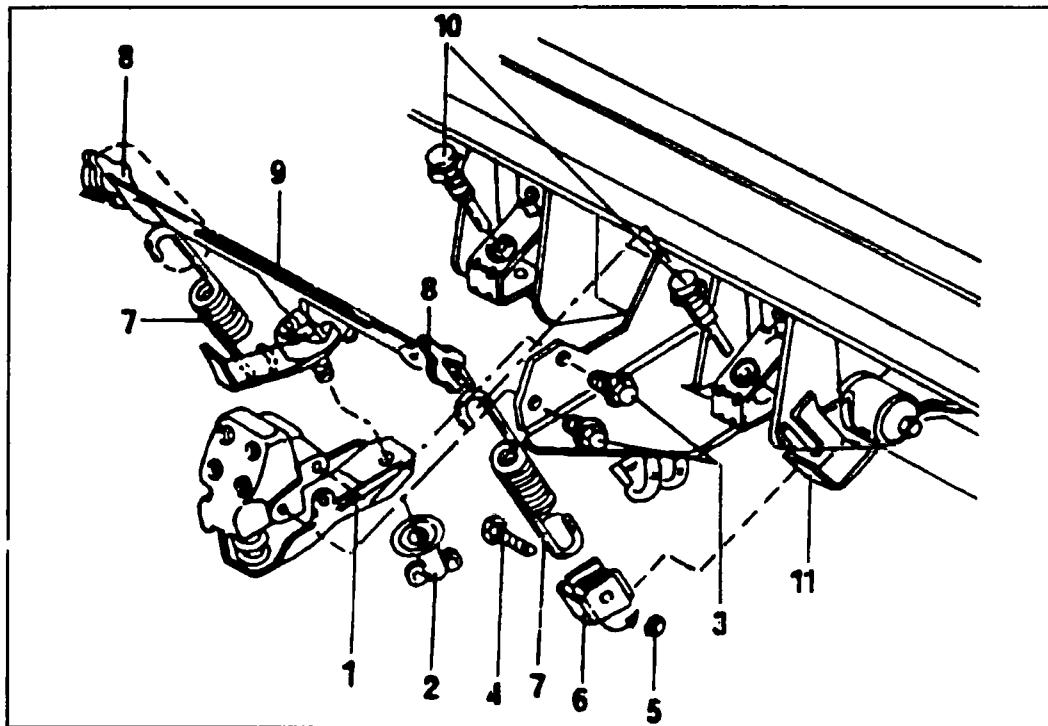
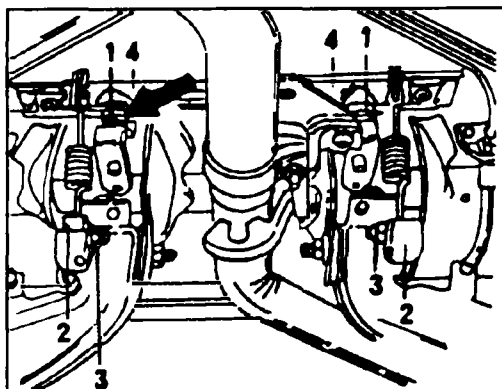

Рис. 9.28 Регулятор давления задних тормозов
Рис. 9.32 Настройка регулятора давления тормозов
На рис. 9.28 показано размещение деталей, связанных с регулятором.
для ремонта, были сняты кронштейны для зацепа пружин (6) (см. рис. 9.28) без обозначения их положения относительно рычага. В этом случае необходима, по крайней мере, предварительная настройка регулятора.
- ◆ Теперь установите коромысло (4) (рис. 9.32) или (9) (рис. 9.28) в горизонтальное положение. Для установки необходимо оба резиновых ограничителя 1 (рис. 9.32) вывернуть вверх так, чтобы они касались рычага, но не давили на него.
- ◆ Один из кронштейнов для зацепа пружин (2) передвиньте вниз так, чтобы с другой стороны образовался зазор между ограничителем (1) и коромыслом (4).
- ◆ Оба ограничителя (1) верните полностью так, чтобы между ними и коромыслом (4) образовался как можно больший зазор.
Оба ограничителя (1, рис. 9.32) верните полностью.